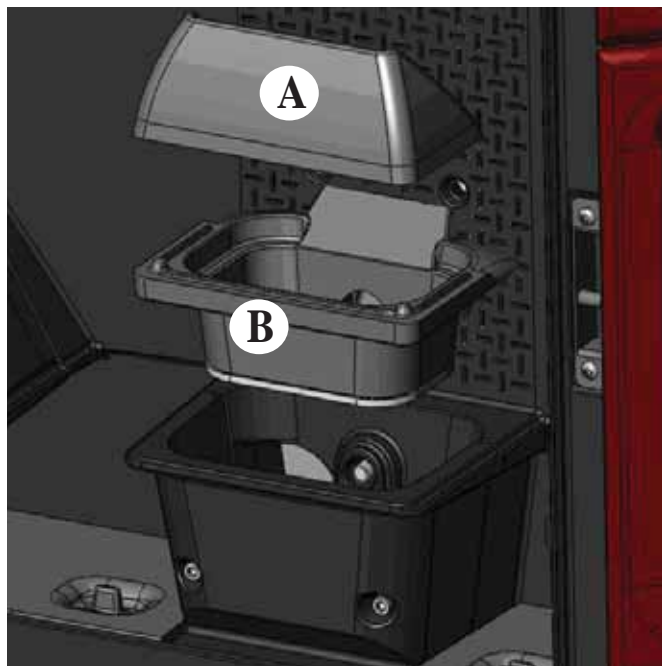

Abb. 1
Nach der gewöhnlichen Reinigung, kann das NICHT ORDNUNGSGEMÄSSE Aufsetzen des oberen Brenntiegels (A) auf den unteren Brenntiegel (B) den Betrieb des Ofens beeinträchtigen (Abb. 1).